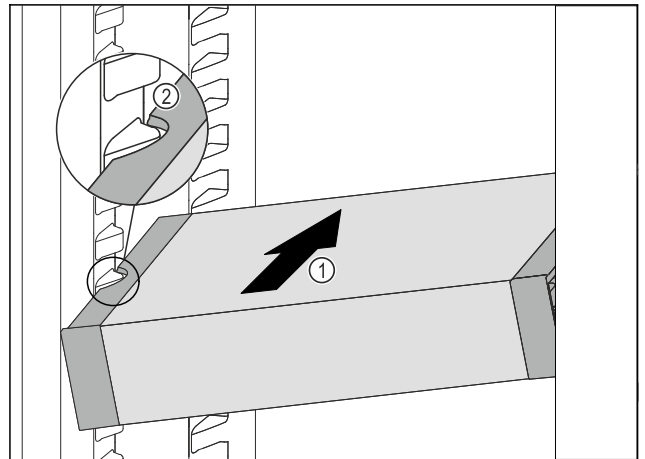

Fig. 63
- ▶ Introduzca el VarioSafe en posición oblicua en el compartimento del frigorífico Fig. 63 (1) hasta que los huecos laterales Fig. 63 (2) del VarioSafe se encuentren a la altura de la nervadura del recipiente en el compartimento frigorífico.